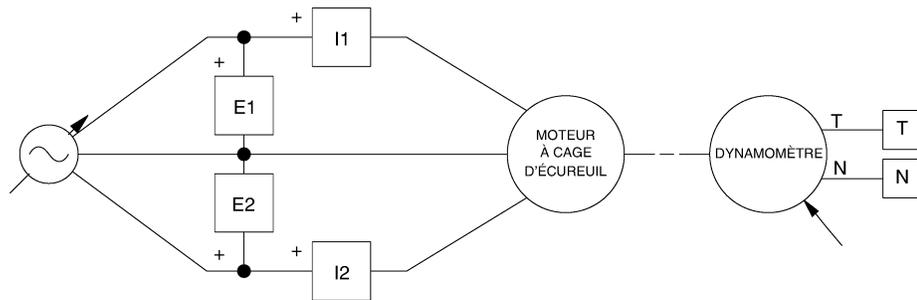

Figure 4-9. Moteur à cage d'écureuil couplé à un dynamomètre.
Dans la première partie de cette expérience, vous allez monter l'équipement dans le Poste de travail, le raccorder comme à la figure 4-9 et effectuer les réglages appropriés sur le module Moteur d'entraînement / Dynamomètre.
- 5. Raccordez l'équipement comme à la figure 4-9.